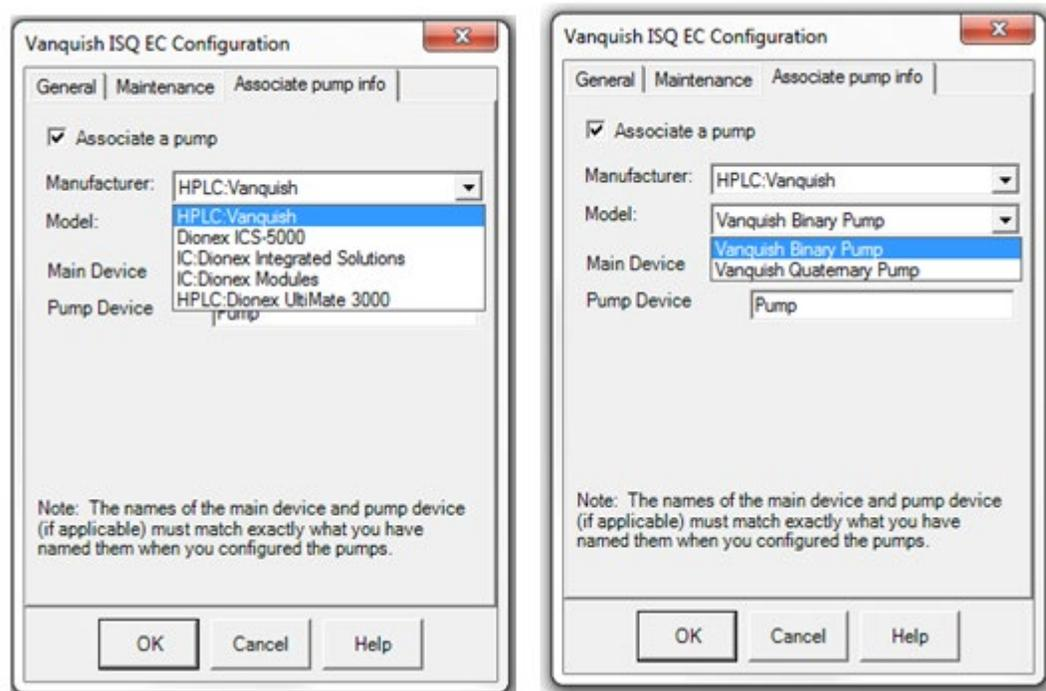

Figure 72 : configuration du MS : ajout d'informations sur la pompe
- 28) Utilisez les menus déroulants **Manufacturer** (fabricant) et **Model** (modèle) pour choisir les paramètres appropriés de la pompe installée sur le système. Reportez-vous à la *Figure 72*.